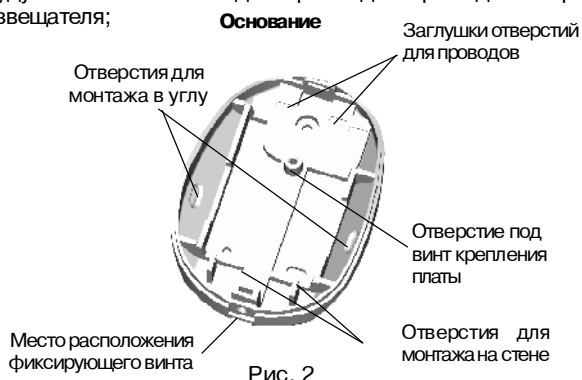

Рис. 2
- просверлите в основании корпуса отверстия (рис.2), которые будут использоваться для прокладки проводов и крепления извещателя;